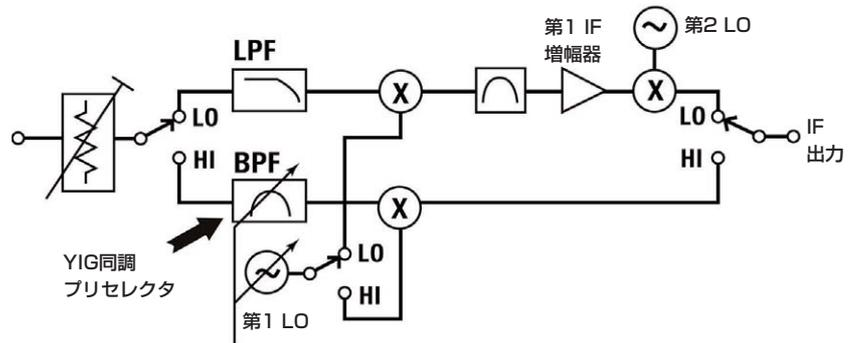

図1：スペクトラム・アナライザのロー・バンド/ハイ・バンド・フロント・エンドのブロック図
26.5 GHzまで動作する最新のスペクトラム・アナライザには、図1に示すように、「ロー・バンド」信号経路と「ハイ・バンド」信号経路があります。
実際には、「ハイ・バンド」周波数レンジをロー・バンドと同じブロック図で構築することはできません。第1 IF増幅器に必要な動作周波数では、増幅器のノイズと歪みが高くなることを避けられないからです。これに代わるブロック図が、図1に示すような、IF周波数へのシングル変換です。このブロック図の第1ミキサのイメージ応答の間隔は、IF周波数のわずか2倍（約600 MHz）です。汎用スペクトラム・アナライザでは、このようなイメージ応答は許容されません。このため、同調可能なプリセレクタ（バンドパス・フィルタ）を使用して、イメージ応答を除去します。